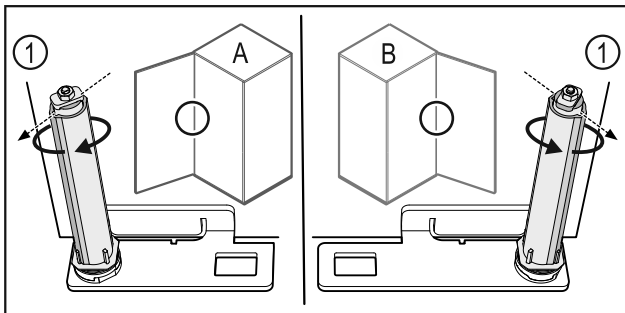

Fig. 61 Battuta a sinistra (A) / battuta a destra (B)
- ▶ Ruotare il sistema di chiusura contro la resistenza fino a quando la sporgenza del sistema di chiusura Fig. 61 (1) non è rivolta verso l'esterno.